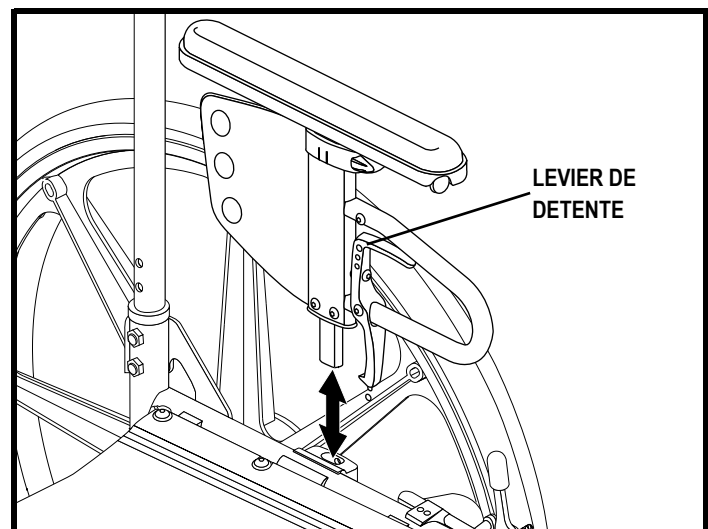

Figure 28. Enlèvement des accoudoirs
1. Pressez le levier de dégagement. Voir la figure 28.